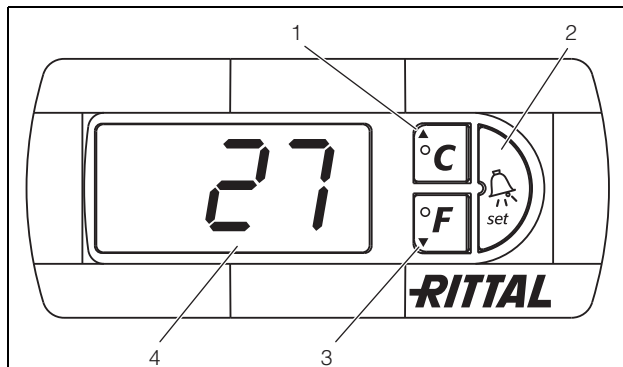

Abb. 8: Comfortcontroller
Der Comfortcontroller verfügt über eine 7-Segment-Anzeige (Abb. 8, Nr. 4). Auf ihr wird nach dem Einschalten der Stromversorgung zunächst für ca. 2 Sek. die aktuelle Softwareversion angezeigt, danach eine voreingestellte Option (z. B. t10) bzw. die Temperatur. Im normalen Betrieb stellt die Anzeige sowohl die Temperatur (in Grad Celsius oder Grad Fahrenheit, umschaltbar) als auch Störungsmeldungen dar. Die aktuelle Sicherheitssafe-Innentemperatur wird normalerweise permanent angezeigt. Bei Auftreten einer Störungsmeldung erscheint diese im Wechsel mit der Temperaturanzeige.
Die Programmierung des Gerätes nehmen Sie über die Tasten 1 – 3 (Abb. 8) vor. Die Parameter dazu erscheinen ebenfalls in der Anzeige.
- Drücken Sie gleichzeitig die Tasten 1 und 2 (Abb. 8) für mind. 5 Sek.
Mit den Tasten 1, 2 und 3 (Abb. 8) können Sie 24 Parameter innerhalb der vorgegebenen Bereiche (Min.-Wert, Max.-Wert) verändern.